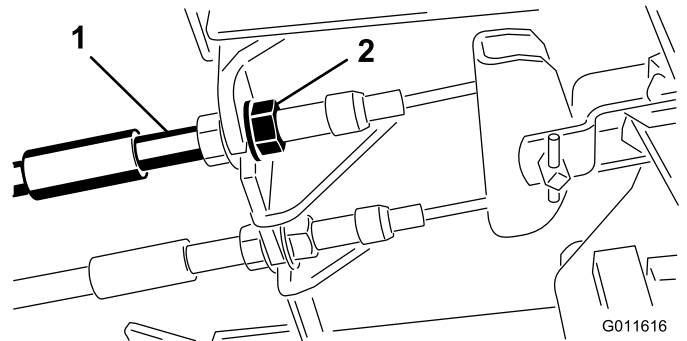

Figure 48
1. Pour réduire la garde aux pédales de frein, serrez les freins en desserrant l'écrou avant sur l'extrémité filetée du câble de frein (Figure 48).